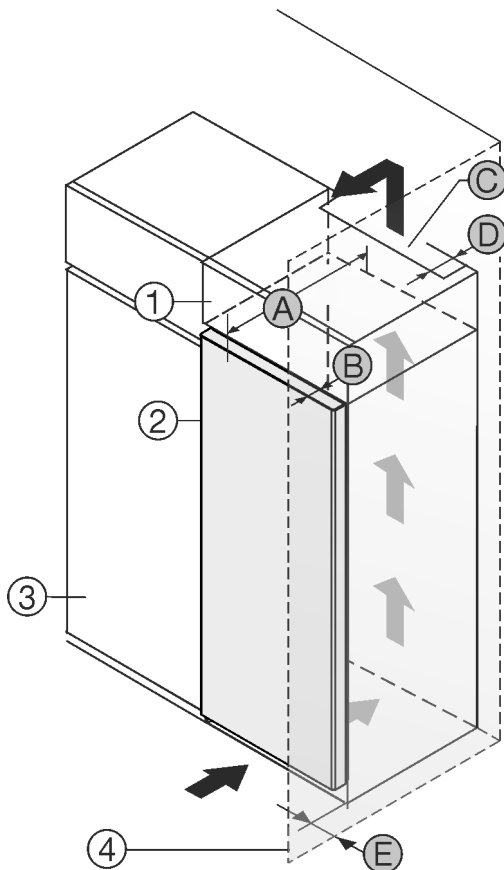

Fig. 1
- (1) Επικαθήμενο ντουλάπι *
- (2) Συσκευή *
- (3) Ντουλάπι κουζίνας *
- (4) Τοίχος *
- (A) Βάθος συσκευής *
- (B) Βάθος πόρτας *
- (C) Διατομή αερισμού *
- (D) Απόσταση πίσω πλευράς συσκευής *
- (E) Απόσταση από το πλάι της συσκευής *
Μπορείτε να τοποθετήσετε τη συσκευή ακριβώς δίπλα από το ντουλάπι κουζίνας Fig. 1 (3).*
Στην πίσω πλευρά του επικαθήμενου ντουλαπιού πρέπει να υπάρχει ένα κενό εξαγωγής αέρα με βάθος Fig. 1 (D) σε όλο το πλάτος του επικαθήμενου ντουλαπιού.*
Κάτω από την οροφή του δωματίου πρέπει να τηρείται η διατομή εξαερισμού Fig. 1 (C).*
Εάν τοποθετήσετε τη συσκευή με τους μεντεσεδες δίπλα σε κάποιον τοίχο Fig. 1 (4), τότε πρέπει η απόσταση ανάμεσα στη συσκευή και στον τοίχο να ανέρχεται σε τουλάχιστον 13 mm.*
Για να μπορείτε να ανοίγετε τελείως την πόρτα, πρέπει η συσκευή να προεξέχει κατά το βάθος της πόρτας Fig. 1 (B) από την πρόσοψη του ντουλαπιού κουζίνας. Η συσκευή μπορεί να προεξέχει περισσότερο, ανάλογα με το βάθος των ντουλαπιών κουζίνας Fig. 1 (3) και την χρήση αποστατών τοίχου.*